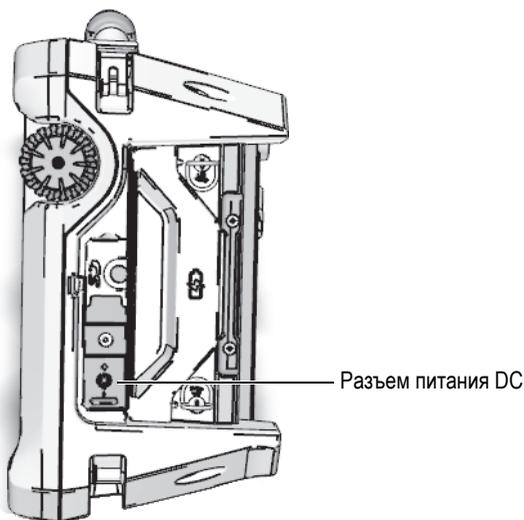

Рис. 2-3 Разъем питания постоянного тока OmniScan MX2
2. На правой боковой панели OmniScan MX2 поднимите резиновую крышку, закрывающую разъем адаптера постоянного тока (см. Рис. 2-3 на стр. 45).
3. Подсоедините адаптер питания постоянного тока к разъему DC адаптера питания OmniScan MX2 (см. Рис. 2-3 на стр. 45).